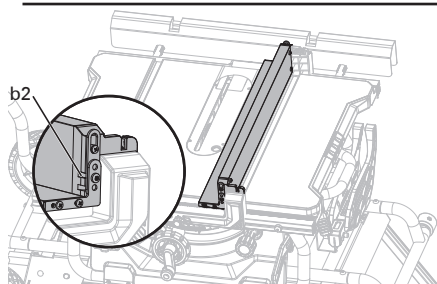

Fig. 20b
TOPE ESTRECHO (Fig. 20b-20c)
- Al usar el tope estrecho (B) para soportar una pieza de trabajo que se extienda más allá de la mesa de trabajo, gire el tope estrecho (B) como se muestra en (fig. 20b) y asegúrelo en la posición más baja (b1) para las ranuras frontal y trasera.
- Al usar el tope estrecho (B) para cortar una pieza de trabajo estrecha, gire el tope estrecho (B) como se muestra en (fig. 20b) y asegúrelo en la posición más alta (b2) para las ranuras frontal y trasera.